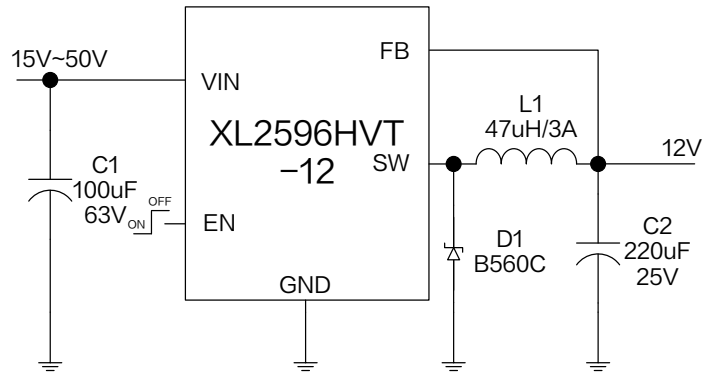

图 12.XL2596HVT-12 系统参数测量电路
**XL2596HVT-12 电气特性** $T_A = 25^\circ\text{C}$ ; 图12系统参数测量电路, 除非特别说明。